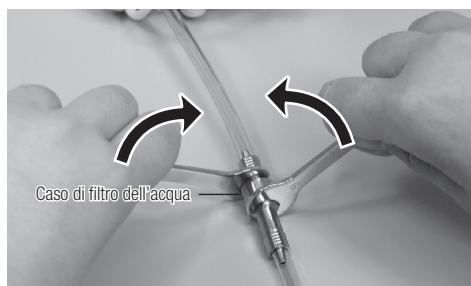

Fig. 25
1) Chiudere la valvola della rete idrica a cui è collegato PRESTO AQUA LUX. Utilizzare due chiavi inglesi (5x8) come illustrato dalla Fig. 25 e ruotarle nella direzione indicata dalla figura. Se al termine di questa operazione il tubo dell'acqua si torce, rimuovere le chiavi inglesi e assicurarsi che il tubo tra il filtro dell'acqua e l'unità sia dritto.